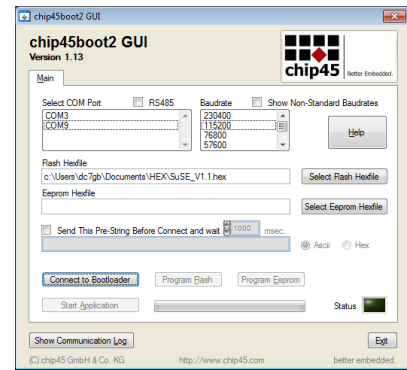

Bild 23: PC-Programm
Nach dem Start des Programms „**chip45boot2_GUI**“ erscheint die in Bild 23 dargestellte Oberfläche. Der Upload-Vorgang der SuSE-Firmware wird nun mit folgenden Schritten ausgelöst:
- Die Status-Anzeige rechts unten in Bild 23 muss nach weniger als 1s grün leuchten.
- „**Program Flash**“ drücken. Links neben dem Status in Bild 23 zeigt ein grüner Balken den Programmiervorgang an. Er dauert etwa 80s.